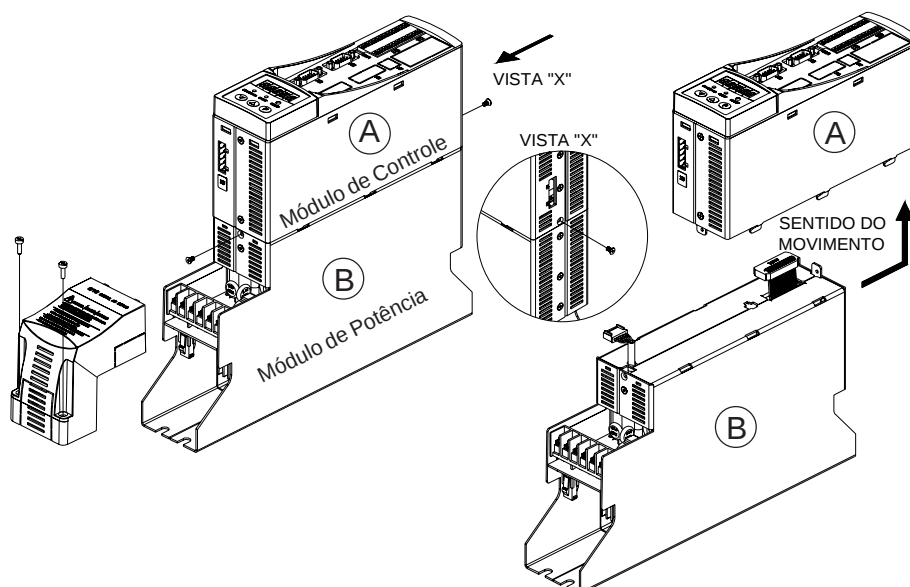

Figura 3.1 - Remoção do módulo de controle
Passo 1 - Conforme figura 3.1 desconectar cabos e conectores ligados na parte frontal, superior e inferior do módulo de controle (A). Separar o módulo de controle do módulo de potência (B), soltando os parafusos indicados na figura e, em seguida, desencaixando os módulos, realizando dois movimentos conforme indicado pelas setas. Desconectar então os cabos que ligam o módulo de controle ao módulo de potência.